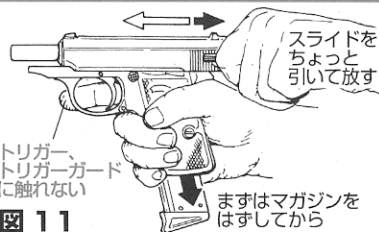

図 11
- マガジンに給弾のある限り、発射、ブローバックを繰り返します。この銃にはスライドストップ(⇒図11 参照)が設定されていますので、撃ちきるとホールドオープンして止まります。
⇒図11参照